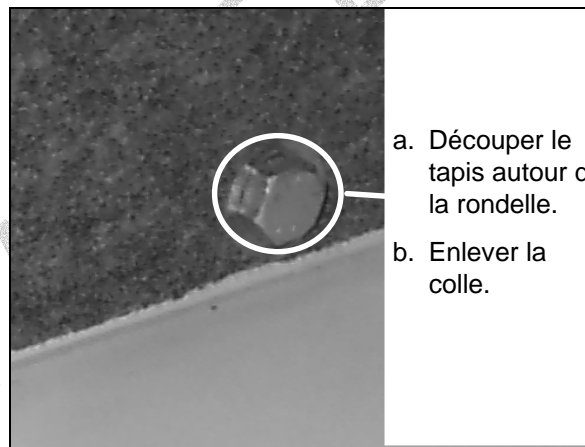

FIGURE 6: BOULON
a. À l'aide d'un couteau, élargir le trou dans le tapis pour permettre à la rondelle d'avoir un contact direct avec la structure métallique du véhicule sans toucher au tapis (fig. 6).